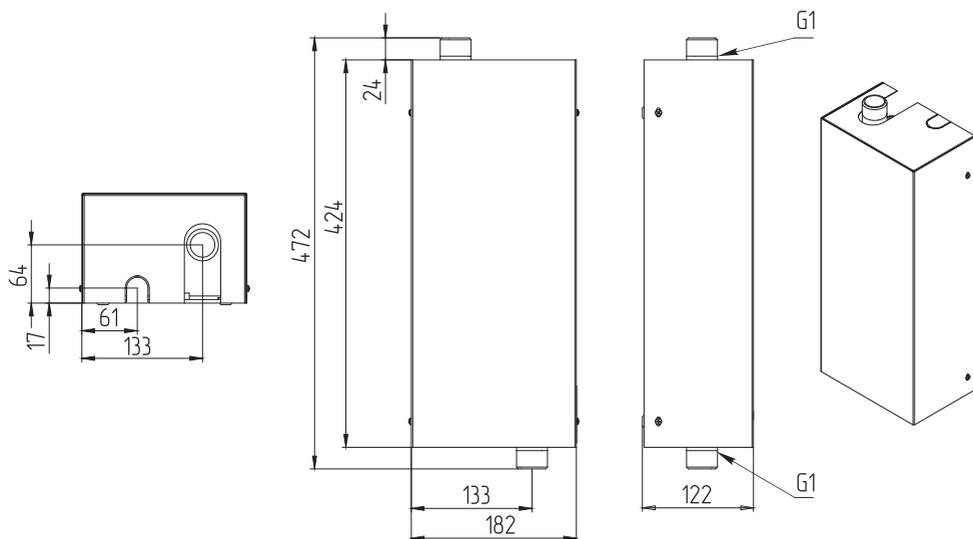

Рис.6 Габаритные размеры котлов ZOTA Econom 3 - 6 кВт
- Подсоединить котел к системе отопления. Габаритные и присоединительные размеры котлов указаны на **Рис.6, 7, 8**;